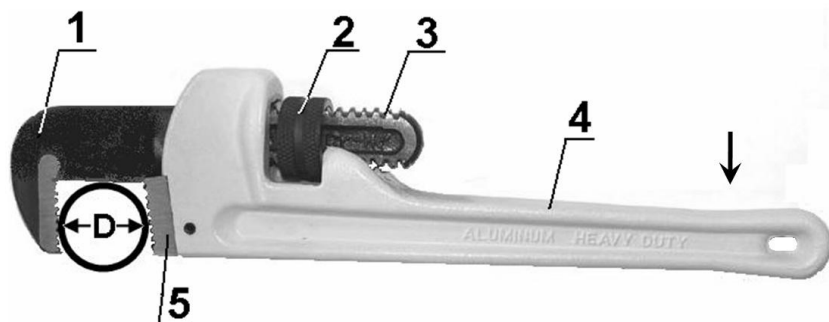

Рис. 1
2. Вращая гайку (2), установите расстояние между губками ключа в соответствии с диаметром используемой трубы.
3. Установите ключ на трубу. Направление вращения ключа на закручивание (правая резьба) показано стрелкой, Рис. 1.
5. Регулировкой гайки (2) установите надёжный контакт губок ключа с используемой трубой.
6. Не перекашивая ключ, аккуратно поворачивайте его за рукоятку (4) по часовой стрелке до момента надёжного самозахвата, после чего производите вращение трубы по часовой стрелке, Рис. 1
7. Для освобождения ключа или для перехвата трубы необходимо ручку (4) повернуть в противоположном направлении. Установите ключ на трубе в удобном положении, повторите пункт 6.
8. Для вращения трубы против часовой стрелки необходимо переустановить ключ в зеркальном положении, Рис. 1.